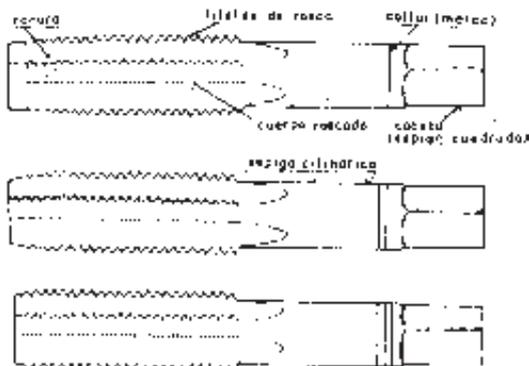
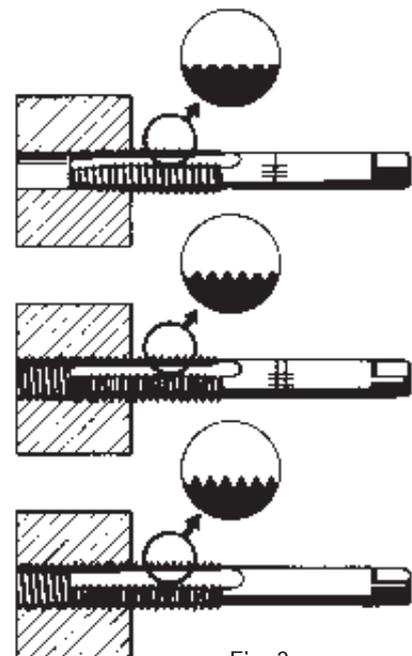

Fig. 2
Fig. 3
**Los Machos manuales.-** Son herramientas de corte construidas de acero rápido, con rosca similar a un tornillo, con tres o cuatro ranuras longitudinales. Uno de sus extremos termina en cabeza de forma cuadrada. Estos machos generalmente se fabrican en juegos de a tres (Fig. 2). La conicidad del macho número 1 es más acentuada que el número 2, para facilitar el inicio de la rosca y la introducción progresiva (Fig. 3).